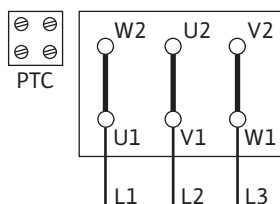

Fig. 10: Rozruch Y-Δ
- Przyłącze sieciowe jest zależne od mocy silnika P2, od napięcia sieciowego i od sposobu załączania. Wymagane podłączenie mostków w skrzynce zaciskowej zamieszczono w następującej tabeli lub Fig. 10, 11 i 12.